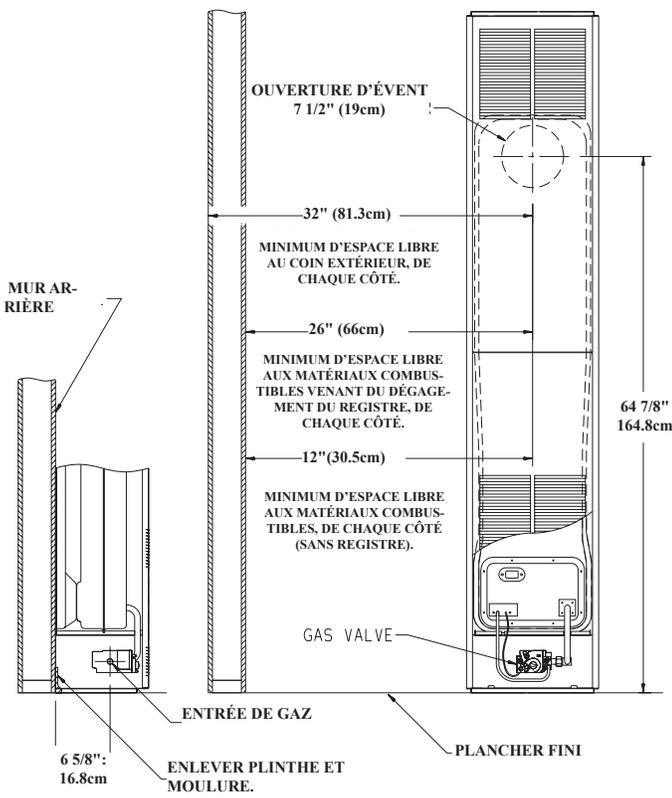

Figure 2
Le radiateur doit être situé sur un mur extérieur. Trouver les montants du mur, ainsi l'ouverture dans le mur sera entre les montants du mur. Le radiateur a une largeur de 16" (40.64cm) et étant donné que la distance normale entre les montants du mur est de 16" (40.64cm) le radiateur pourra être encastré seulement si un montant est changé de place. Comme le représente la Figure 2, l'ouverture dans le mur exige un diamètre de 7 1/2" (19.05cm).
Un guide est fourni dans l'emballage du radiateur pour vous aider à positionner le radiateur sur le mur. Aussi, référer à la Figure 2 pour positionner le radiateur sur le mur et pour situer les connexions pour la ligne de gaz.
Référer à la Figure 2 pour l'emplacement de l'ouverture dans le mur de 7 1/2" (19.05cm) de diamètre pour le radiateur. Après avoir situé et coupé l'ouverture dans le mur, positionner le tuyau d'échappement du radiateur dans le centre de l'ouverture du mur. Lorsque vous fixez le radiateur au mur, enlever la plinthe et la moulure derrière le radiateur. Fixer le radiateur au mur par le haut de la paroi extérieure avec (2) boulons à ailettes et au plancher par le bas de la paroi extérieure avec (2) vis #10 x 1 1/2" (38mm). Les vis et les boulons sont fournis.